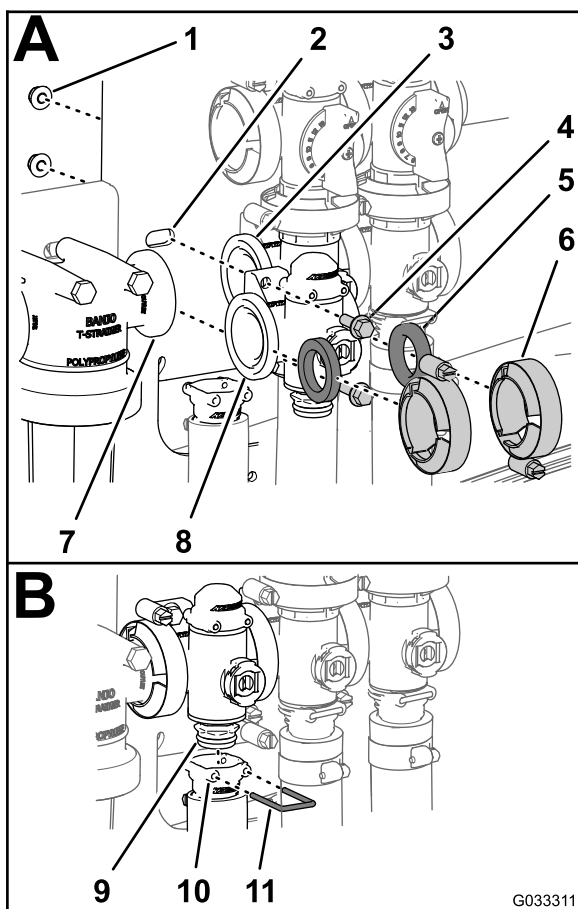

Рисунок 81
1. Установите прокладку между фланцами коллектора клапана управления нормой внесения и головкой фильтра линии нагнетания (Рисунок 81А).
фланцевого хомута, затянув его вручную (Рисунок 81А).
5. Присоедините клапан управления нормой внесения к опоре крепления при помощи 2 болтов с фланцевыми головками и 2 фланцевых контргайек (Рисунок 81А), снятых при выполнении действий, описанных в пункте 3 раздела Демонтаж коллектора клапана управления интенсивностью опрыскивания \(страница 73\), и затяните гайку и болт с моментом от 10 до 12 Н·м.
6. Установите выпускной штуцер на штуцер муфты в нижней части коллектора клапана управления нормой внесения (Рисунок 81В).
7. Прикрепите выпускной штуцер к штуцеру муфты, вставив держатель в гнездо выпускного штуцера (Рисунок 81В).
2. Смонтируйте коллектор клапана управления нормой внесения, прокладку и головку фильтра линии нагнетания с помощью фланцевого хомута, затянув его от руки (Рисунок 81А).
3. Установите прокладку между фланцами клапана управления нормой внесения и коллектором клапана перемешивания (Рисунок 81А).